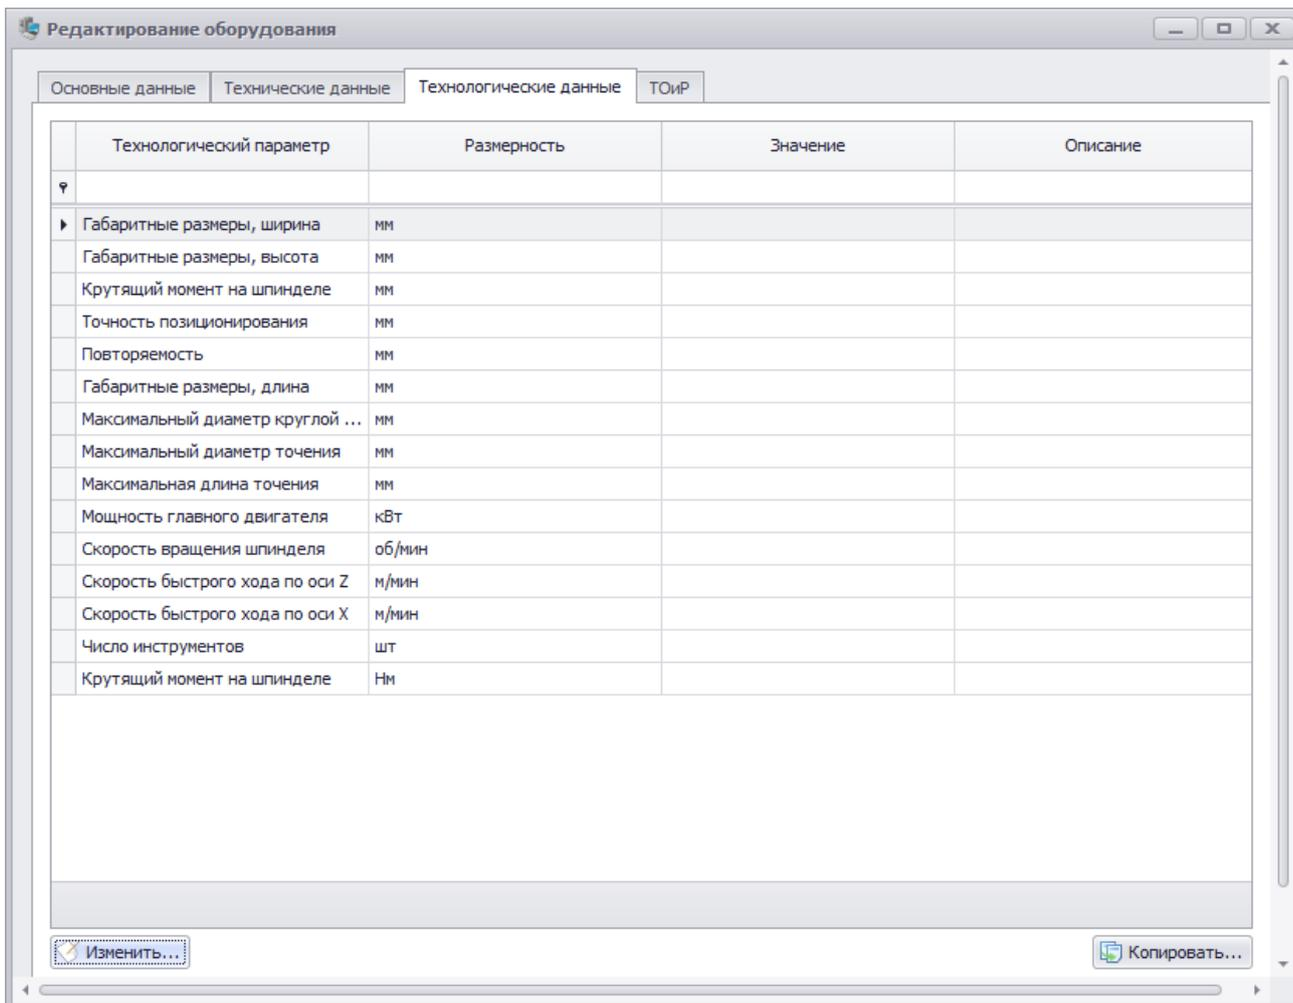
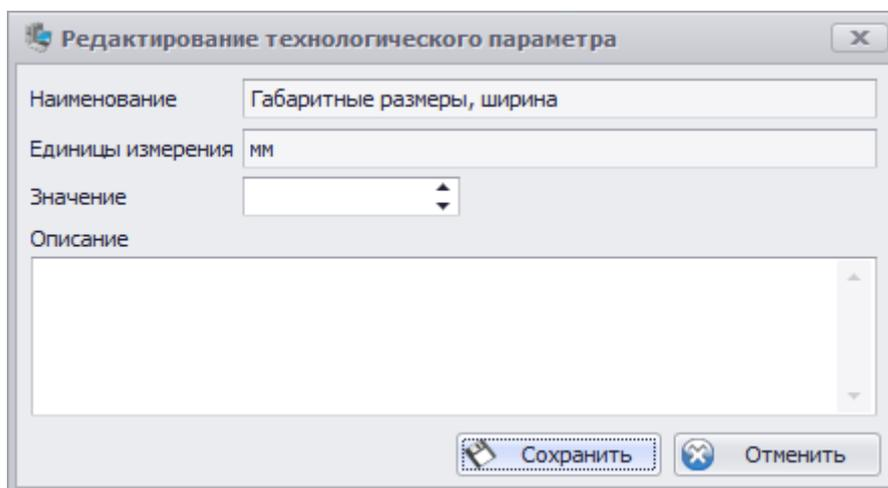

Рис. 2.39. Редактирование оборудования. Вкладка Технологические данные
Рис. 2.40. Ввод технологического параметра
**Вкладка «Технологические данные»** содержит информацию о технологических параметрах станка. Перечень параметров данной группы оборудования (сформирован в справочнике групп оборудования) появляется сразу после открытия этой вкладки (рис. 2.39). Далее следует ввести значения параметров в соответствии с указанной единицей измерения (рис. 2.40).